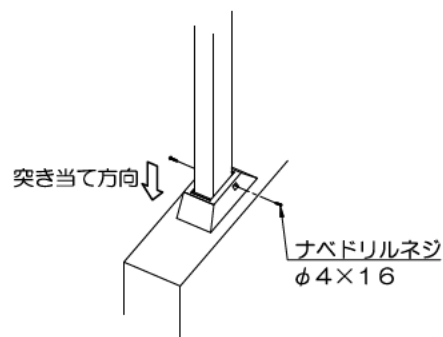

図7. 支柱キャップの取付
(2) 支柱キャップをナベドリルネジφ4×16で固定してください(図7)。